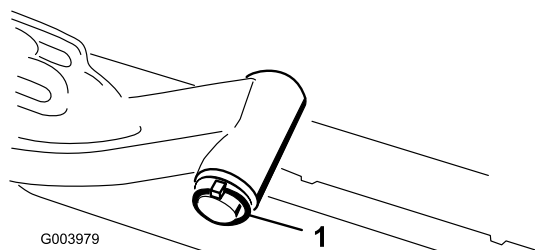

Figura 11
- A. Retire o pino de sujeição e a anilha que prende o veio da articulação do braço de elevação ao braço de elevação e faça deslizar o veio para fora do braço de elevação (Figura 11).
- C. Insira o veio do braço de elevação no braço de elevação e prenda-o com a anilha e o pino de sujeição (Figura 11).